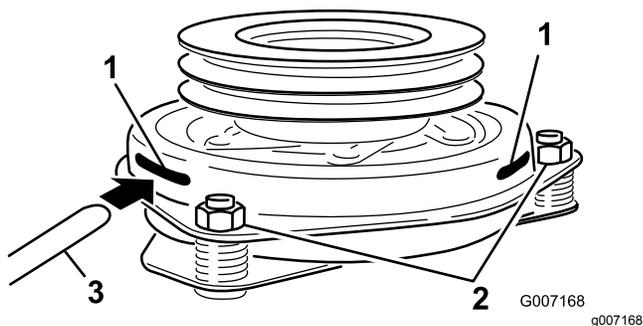

Figure 65
9. Insérez une jauge d'épaisseur de 0,4 à 0,5 mm dans une fente d'inspection sur le côté de l'ensemble (Figure 65).
10. Serrez les contre-écrous jusqu'à ce la jauge d'épaisseur fléchisse légèrement mais puisse bouger facilement dans l'entrefer (Figure 65).